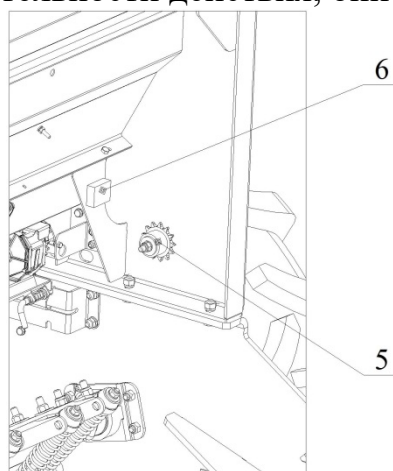

Рисунок 26.
- 4) Заменить звёздочку (7) на звёздочку 5 (рис. 26, 13 зубьев). Повторить в обратной последовательности действия, описанные в п. 1 – 3.